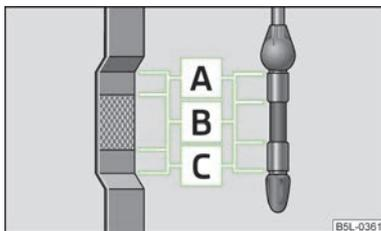

Abb. 116
Der Ölmesstab zeigt den Motorölstand an » Abb. 116.
- Der Ölstand darf keinesfalls oberhalb des Bereichs **A** » Abb. 116 liegen. Beschädigungsgefahr der Abgasanlage!